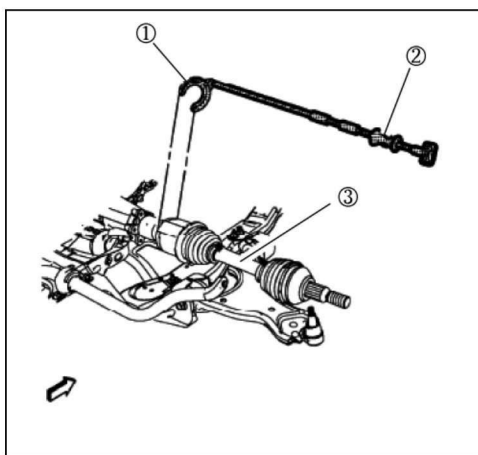
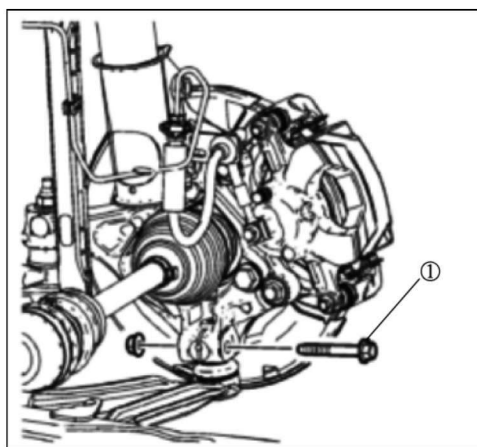

图 1-19 拆下拆卸工具
图 1-20 拆下并更换球节至转向节螺栓
⑨ 如图 1-19 所示,将前轮驱动轴从车轮轴承/轮毂总成①上分离。
⑩ 如图 1-19 所示,拆下 CH-49400 拆卸工具②。
⑪ 将外转向横拉杆端部从转向节上分离。
⑫ 如图 1-20 所示,拆下并更换下球节至转向节的螺栓①和螺母,将前下控制臂球节从转向节上分离。